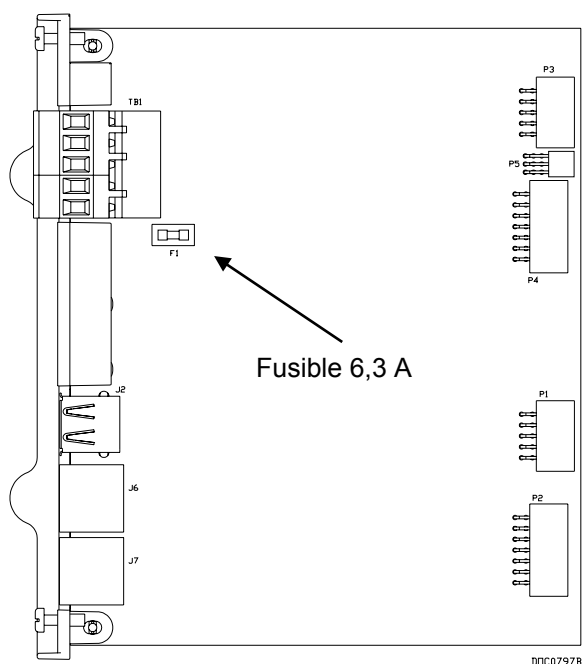

Figure 12. Fusible 6,3 A de l'unité centrale
Si le serveur ne fonctionne pas, que le témoin d'alimentation ne s'allume pas mais que vous pensez qu'il est sous tension, tentez de remplacer le fusible de 6,3 A du module d'unité centrale (voir *figure 12*).
7. Examinez le fusible (voir *figure 12*) et, au besoin, remplacez-le par un fusible MSB 6,3 A à action retardée.